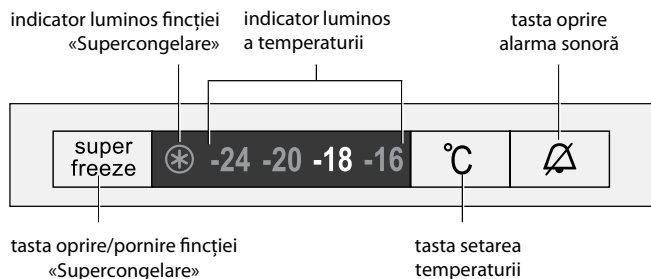

Figura 3 – Panoul de control
Alarma se oprește în mod automat atunci când ușa este închisă, poate fi oprită și apăsând tasta de alarmă (A) (în conformitate cu figura 3) sau după deconectarea congelatorului. Dacă după apăsarea tastei A ușa rămâne deschisă timp de 3 minute, alarma se va activa din nou.